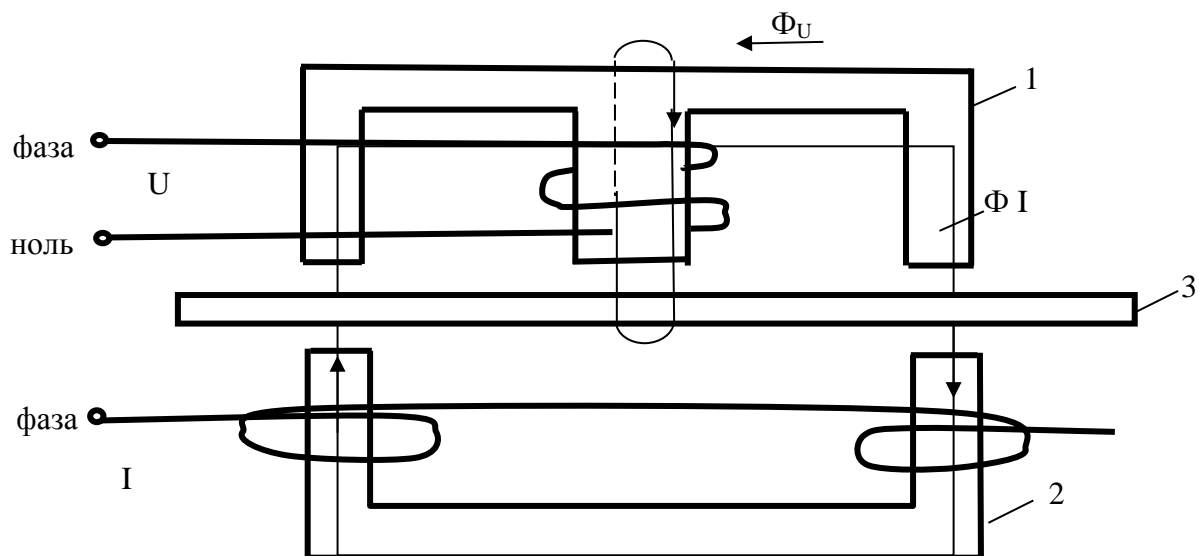

Рисунок 2 – Однофазный счетчик электрической энергии
2. Однофазный счетчик электрической энергии индукционной системы (рисунок 2) состоит из: